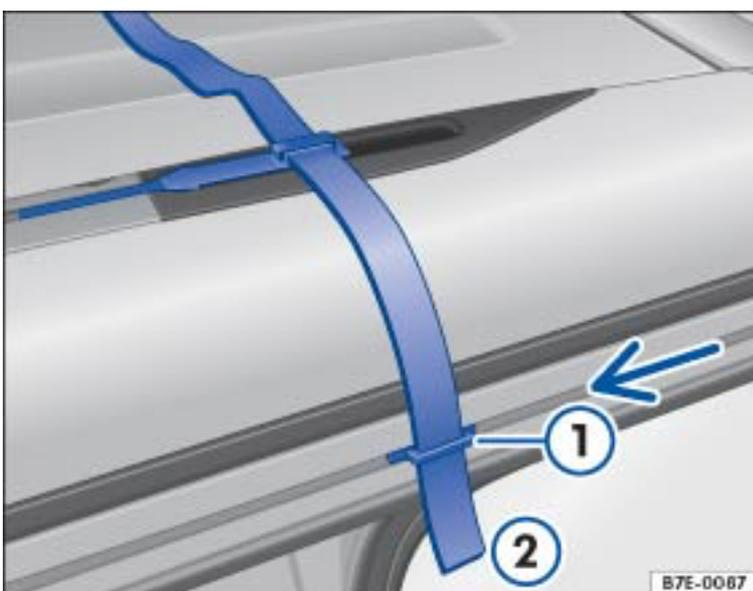

Fig. 9 Sur le toit relevable : préparation du verrouillage d'urgence de l'extérieur (côté droit du véhicule)
- Faites passer la bande autoagrippante sur le côté droit du véhicule → Fig. 9② dans la fente du rail en plastique court.
- Insérez le rail en plastique court dans le rail inférieur en aluminium du cadre de pavillon, côté droit du véhicule → Fig. 9 (flèche). Si une marquise a été montée, insérez le rail court en plastique avec la bande autoagrippante jusqu'à ce qu'il touche le support de marquise.